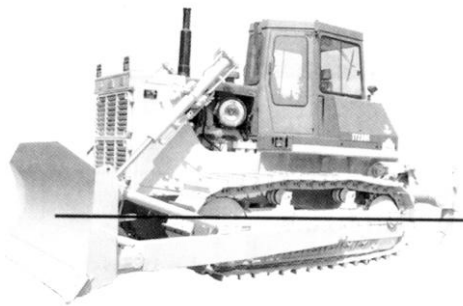

Рис. 2-13.
- j. Не допускайте, чтобы глубина превышала центр направляющего колеса. Кроме того, не допускайте соприкосновения с водой охлаждающего вентилятора (Рис. 2-13).